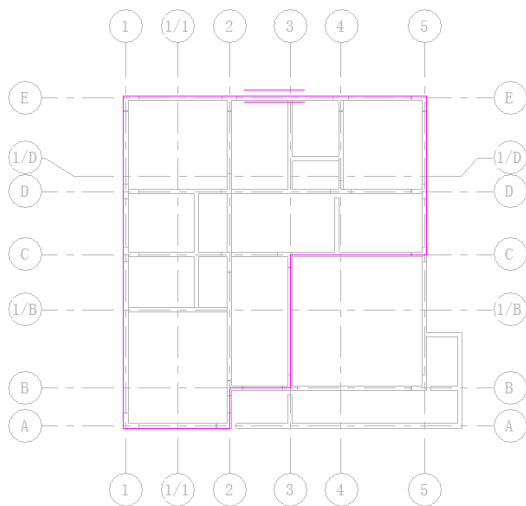

图 11-38 绘制边界线 (2)
(1) 在“项目浏览器”中双击“结构平面”节点下的“2F”，将视图切换到 2F 结构平面视图。
(2) 单击“结构”选项卡“结构”面板中的“楼板：结构”按钮, 打开“修改 | 创建楼层边界”选项卡和选项栏。
(3) 在“属性”选项板中选择“现场浇注混凝土 110mm”类型。
(4) 单击“绘制”面板中的“边界线”按钮和“线”按钮, 创建边界线, 如图 11-38 所示。